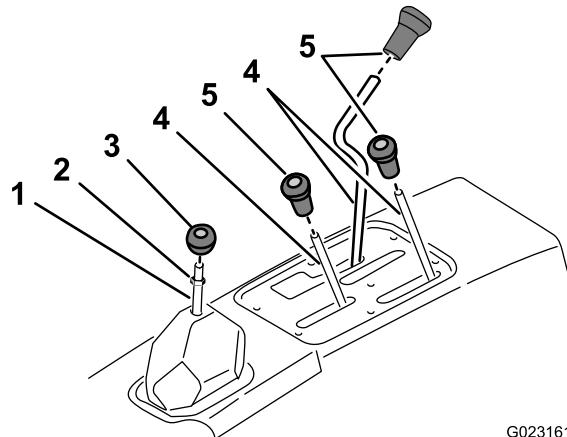

Рисунок 2
1. Отверните и снимите все рукоятки рычагов пульта и рычага переключения передач (Рисунок 2).
2. Снимите зажимную гайку с рычага переключения передач (Рисунок 2).